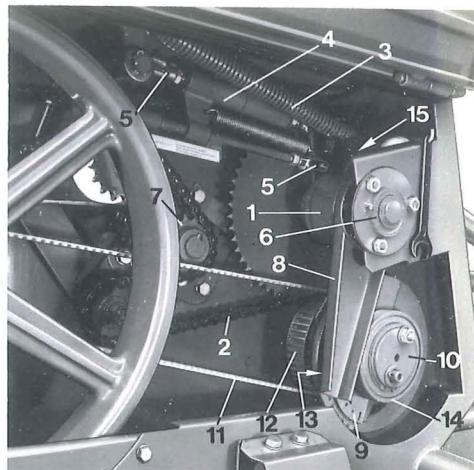

Fig. 1
# 1 Freilaufwelle (Fig. 1/1) demontieren
- 1.1 Antriebskette (Fig. 1/2) abnehmen:
- a) Feder (Fig. 1/3) aushängen
- c) Kette (Fig. 1/2) abnehmen.
- 1.2 Hydraulikzylinder (Fig. 1/4)
- a) Feder (Fig. 1/3) abnehmen.
- b) Gabelköpfe (Fig. 1/5) lösen.
- d) Hydraulikzylinder (Fig. 1/4)
- 1.3 Hinteres Flanschlager (Fig. 1/6) lösen:
- d) Lager (Fig. 1/6) abziehen.
- 1.6 Kettenrad (Fig. 1/7) von der rechten
- b) Kettenrad (Fig. 1/7) abziehen.
- 1.7 Freilaufwelle kpl. (Fig. 1/1) heraus-
## 2 Freilaufwelle (Fig. 1/1) montieren
- a) Die Schwinge (Fig. 1/8) des Frei-
laufes muß an der Skala (Fig. 1/9)
- d) Die Feder (Fig. 1/3) des Ketten-
### **3 Demontage der Mengenverstellung (Fig. 1/10) (Exzenterwelle)**
- 3.1 Feder (Fig. 1/3) des Kettenspanners entspannen (siehe 1.1 a).
- 3.3 Zahnriemen (Fig. 1/11) von der großen Zahnriemenscheibe (Fig. 1/12) abnehmen.
- 3.4 Innensechskantschraube in der Zahnriemenscheibe (Fig. 1/12) lösen.
- 3.5 Zahnriemenscheibe (Fig. 1/12) nach vorn schlagen, um Freiraum für die Befestigungsschraube des hinteren Lagers (Fig. 1/13) zu erhalten.
- 3.6 Hinteres Lager (Fig. 1/13) lösen.
- 3.7 Mengenverstellung (Fig. 1/10) (Exzenterwelle) kpl. herausnehmen.
### **4 Montage der Mengenverstellung (Fig. 1/10) (Exzenterwelle)**
- a) Zahnriemen durch Verschieben der beiden Lager (Fig. 1/13 und Fig. 3/5) nach rechts spannen (Welle muß parallel zur Antriebswelle verlaufen!).
- b) Vor dem Festschrauben der Innensechskantschraube in der Zahnriemenscheibe (Fig. 1/12) letztere genau einfluchten, damit der Zahnriemen (Fig. 1/11) einwandfrei läuft.
- 5.2 Kette (Fig. 1/2) entspannen und abnehmen (siehe 1.1 a).
- 5.3 Kettenrad (Fig. 1/7 bzw. Fig. 4/2) nach Lösen des Gewindestiftes von der Säwelle abziehen.
## 7 Montage eines neuen Zahnriemens (Fig. 1/11)